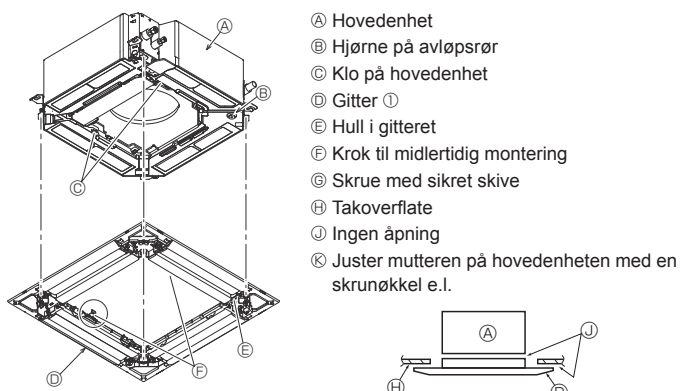

Fig. 9-6
9.4.2. Midlertidig montering av gitteret (Fig. 9-6)
- Fest gitteret på hovedenheten ved å stramme de forhåndsmonterte skruene. (Fig. 9-6)
- Sørg for at det ikke er noen åpninger mellom hovedenheten og gitteret eller mellom gitteret og takoverflaten. (Fig. 9-6)